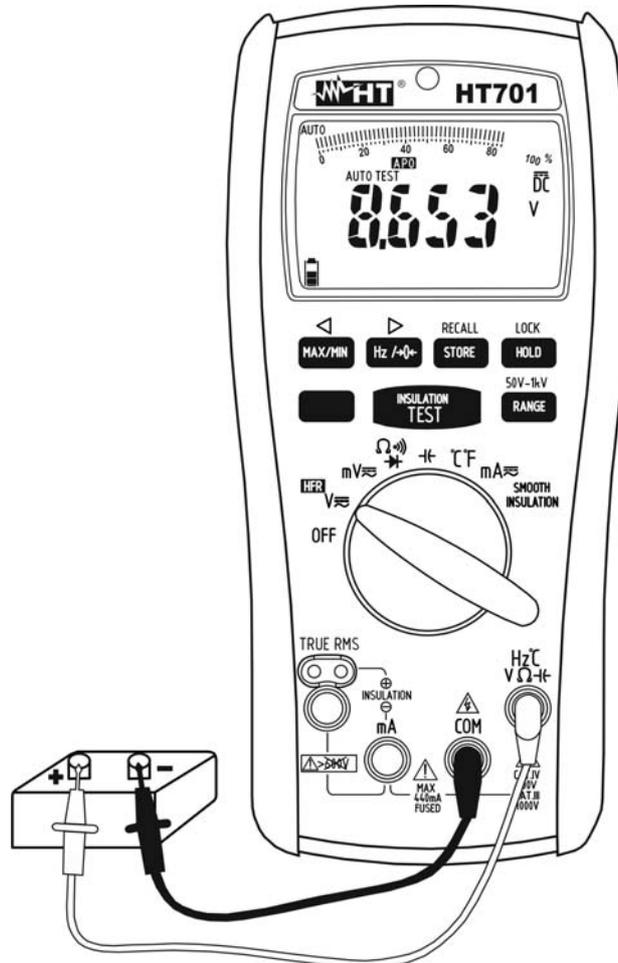

Fig. 2 : Utilisation de l'instrument pour mesure de tension DC
4. Insérer le câble rouge dans l'entrée du jack  $Hz^{\circ}CV\Omega kF$  et le câble noir dans l'entrée du jack **COM** (voir la Fig. 2).
7. L'affichage du symbole « - » sur l'écran de l'instrument indique que la tension a une direction opposée par rapport à la connexion de Fig. 2.